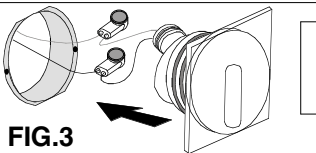

FIG.3
- Inserire a pressione l'apparecchio nella scatola. FIG.3
- Push the unit into the box. FIG.3
- Presser l'appareil dans la boîte. FIG.3
- Empuje la unidad en la caja. FIG.3